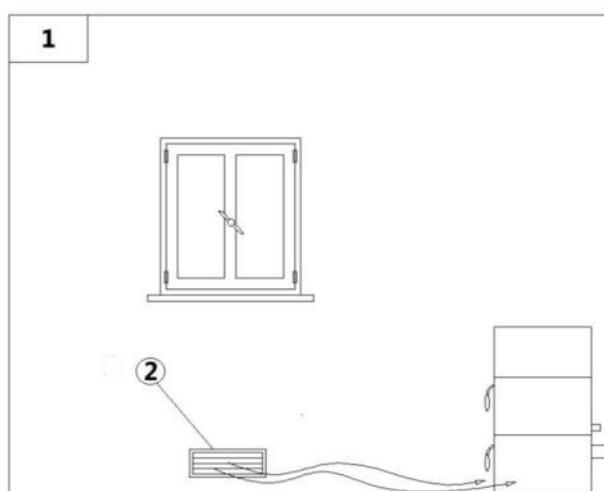

Fig. 10 - Afflusso d'aria diretta
LEGENDA	Fig. 10
- L'afflusso dell'aria tra l'esterno ed il locale può avvenire per via diretta, tramite apertura su parete esterna del locale (vedi Fig. 10).